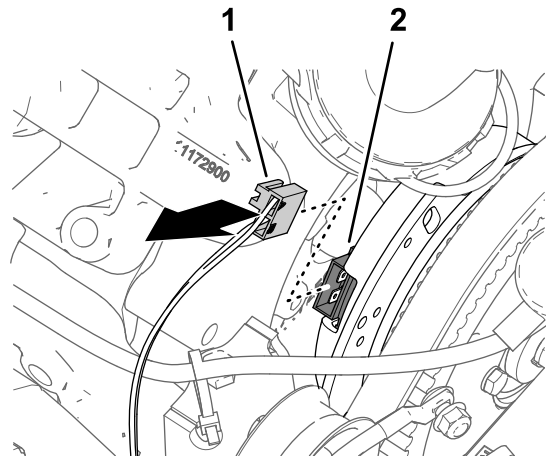

Bild 168
1. Schließen Sie den 2-Buchsen-Stecker des Maschinenkabelbaums, der mit SPRAY PUMP COIL beschriftet ist, vom 2-Stift-Stecker der Lichtmaschine ab (Bild 168).